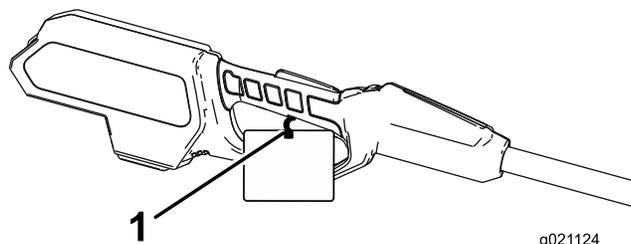

Figure 3
3. Coupez l'attache autobloquante et enlevez-la de la poignée d'actionnement (Figure 3).